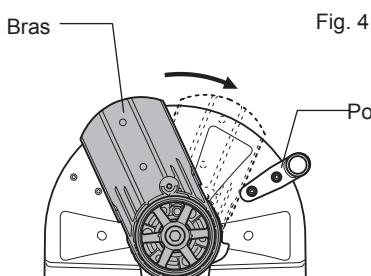

Fig. 4
- Faites pivoter le bras jusqu'à ce qu'il touche la poignée, puis replacez manuellement l'arbre de verrouillage à sa position initiale. (Fig. 4)